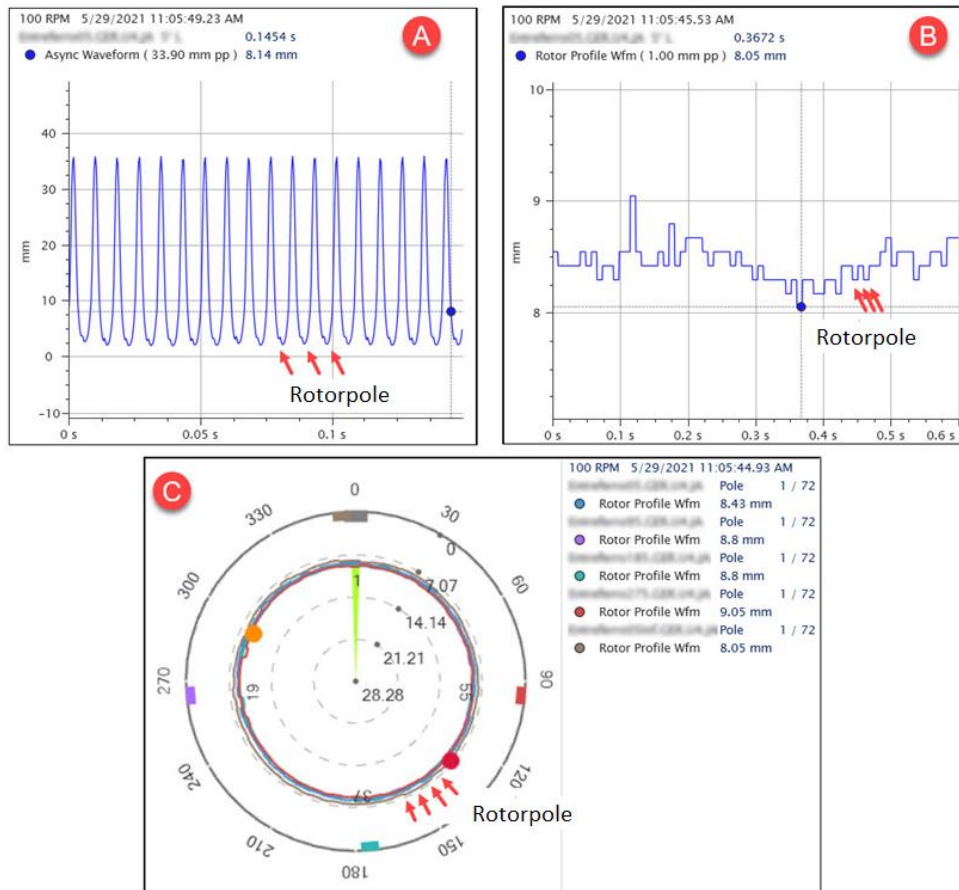

Abbildung 7-7) SETPOINT CMS Luftspalt-Plots
Der VC-8000 „Air Gap“-Kanal liefert ein Rotorprofil-Zeitsignal (Rotor Profile Waveform) und ein asynchrones Zeitsignal (Asynchronous Waveform) an die SETPOINT CMS-Software. Diese Daten werden für die Darstellung des asynchronen Zeitsignalplots (A), des Rotorprofil-Zeitsignalplots (B) und des Luftspalts (C) verwendet (siehe **Abbildung 7-7**).